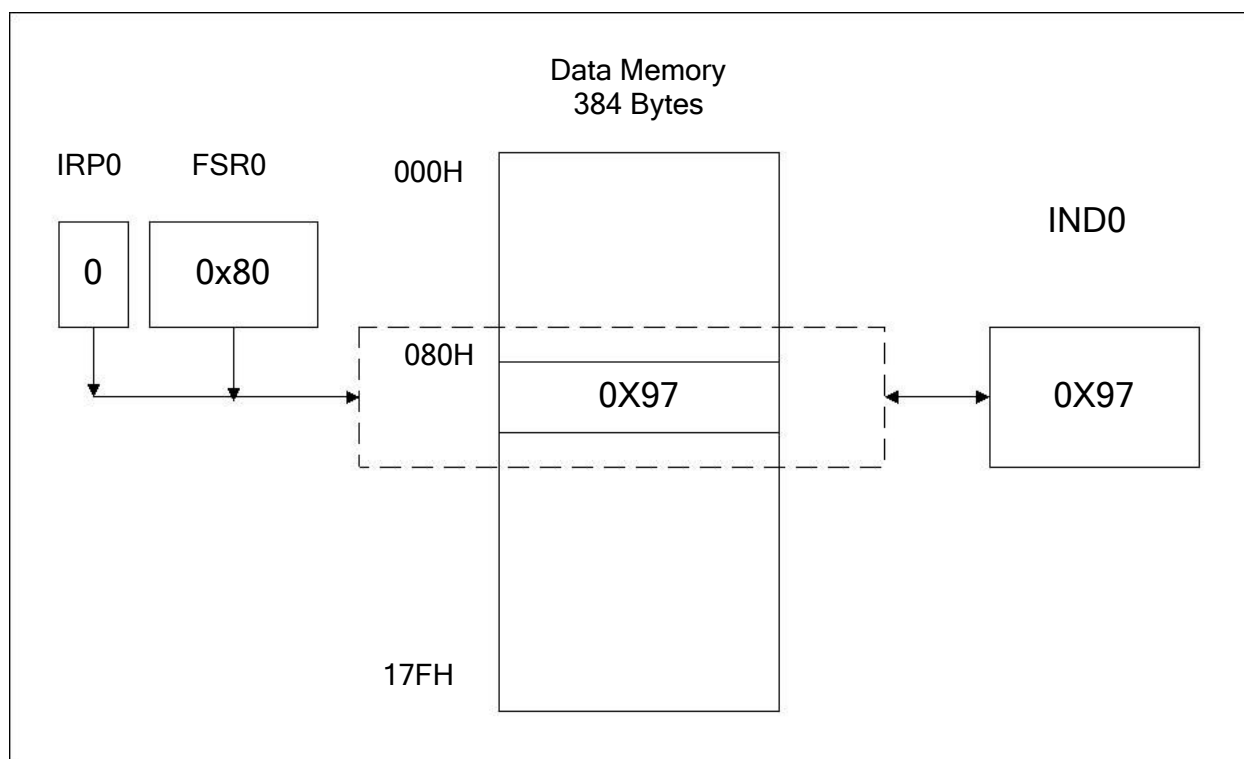

图 2-3间接地址访问
3. 通过 IND0和 IND1以及 FSR0与 FSR1这四个寄存器可以对数据存储器以及特殊功能寄存器进行间接访问。当从间接地址寄存器(IND0)读入数据时，CPU实际上是以 FSR0中的值作为地址去访问数据存储器得到数据。当向间接寄存器(IND0)写入数据时，CPU实际上是以 FSR0中的值作为地址去访问数据存储器将值存入该地址。其访问方式见图 2-3。